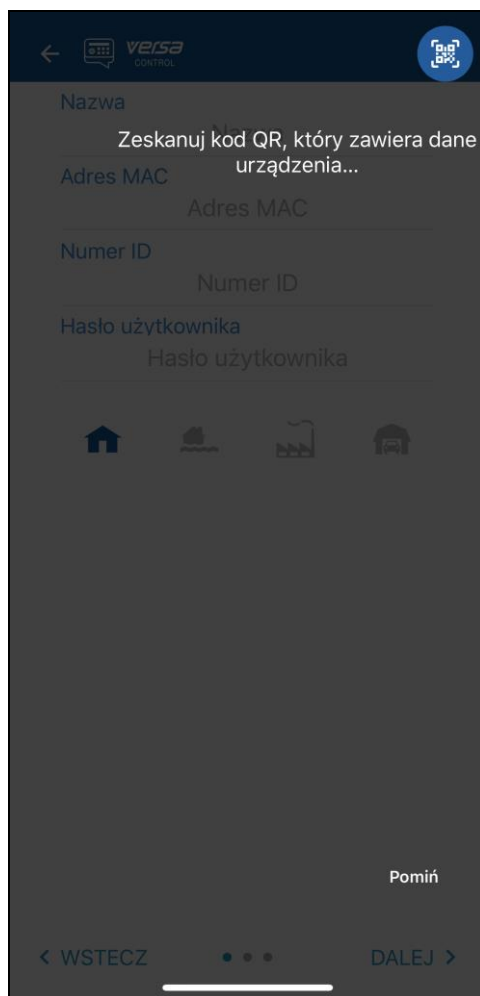

Fig. 8. Aplicación VERSA CONTROL (iOS): tutorial.
3. Aparecerá un tutorial (fig. 8). Si deseas saltarlo, presiona «Saltar».